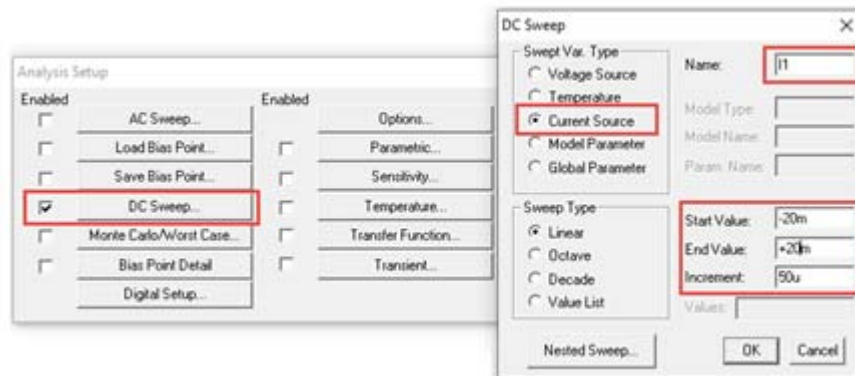

Рис. 8. Параметры DC Sweep...
- Задать режим расчета передаточной функции DC Sweep... с параметрами, указанными на рис.8.